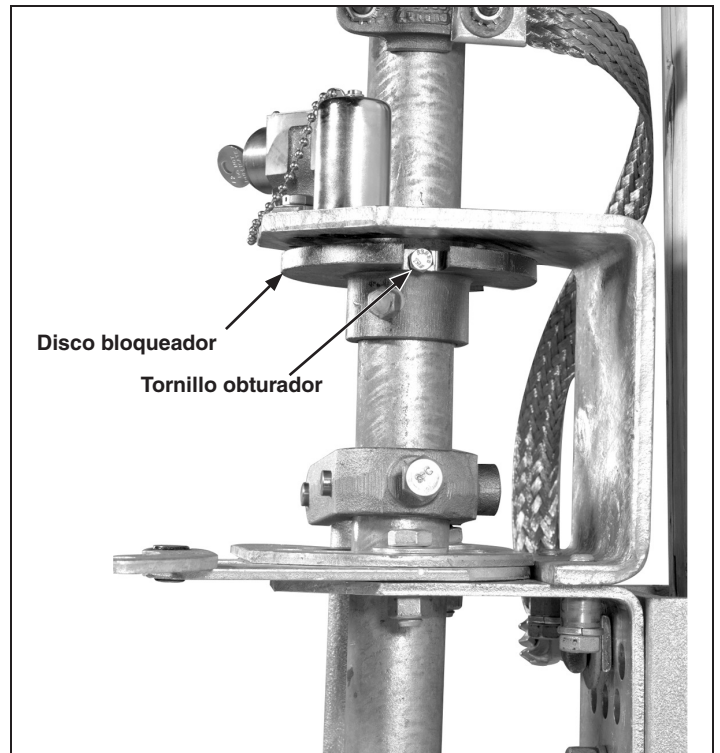

Figura 16. Obturación de la ranura en el disco bloqueador.
**PASO 20.** Tape una de las dos ranuras del disco bloqueador con el tornillo obturador proporcionado. (La ranura que se debe tapar dependerá de si se requiere una configuración de bloqueo en abierto o de bloqueo en cerrado). Vea la Figura 16.